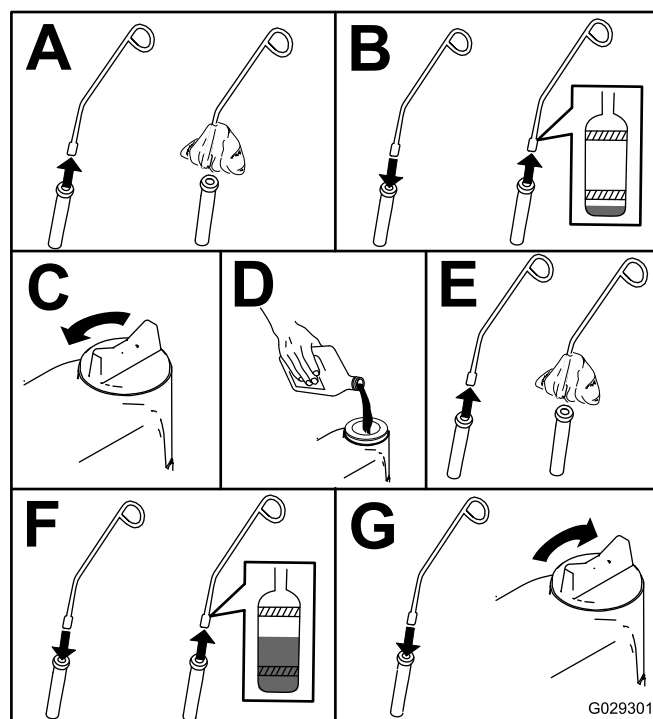

Figure 42
4. Contrôlez le niveau d'huile moteur, comme montré à la Figure 42.